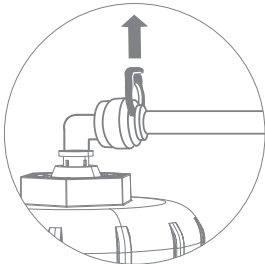

Рис. 27
3. Удалите стопорную клипсу, удерживая цанговое кольцо прижатым к основанию фитинга (рис. 27), аккуратно извлеките пластиковую трубку из посадочного места. При необходимости отсоедините все трубки от корпуса мембраны и извлеките его из скобы крепления.